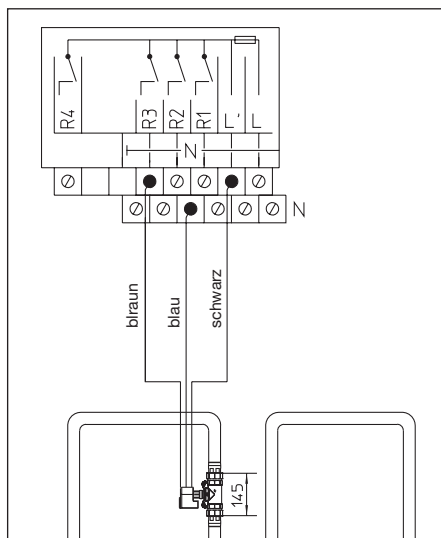

Abb. 6.2 Verkabelung an Regler „Regtronic RQ“
- a) Verbinden Sie das braune Kabel des Stellantriebes mit dem Reglerrelais R3, das schwarze Kabel mit der abgesicherten Phase des Reglers (L') und das blaue Kabel mit der Neutralleiter - Sammelklemme des Reglers (N) siehe Abb. 6.2.